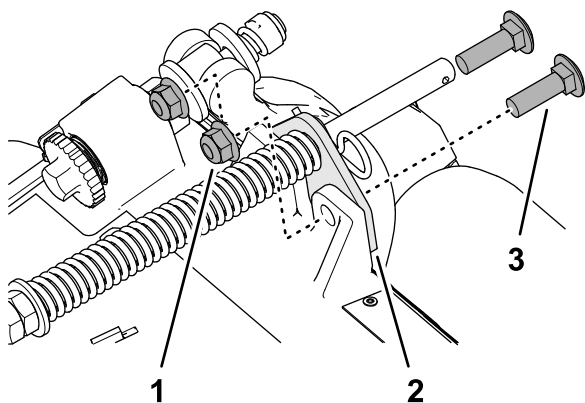

**Figura 14**
2. Retire las 2 contratuercas con arandela prensada ( $\frac{3}{8}$ ") y los 2 pernos de cuello cuadrado ( $\frac{3}{8}$ " x  $1\frac{1}{4}$ ") que sujetan el soporte del muelle de compensación al bastidor de la unidad de corte (Figura 14).